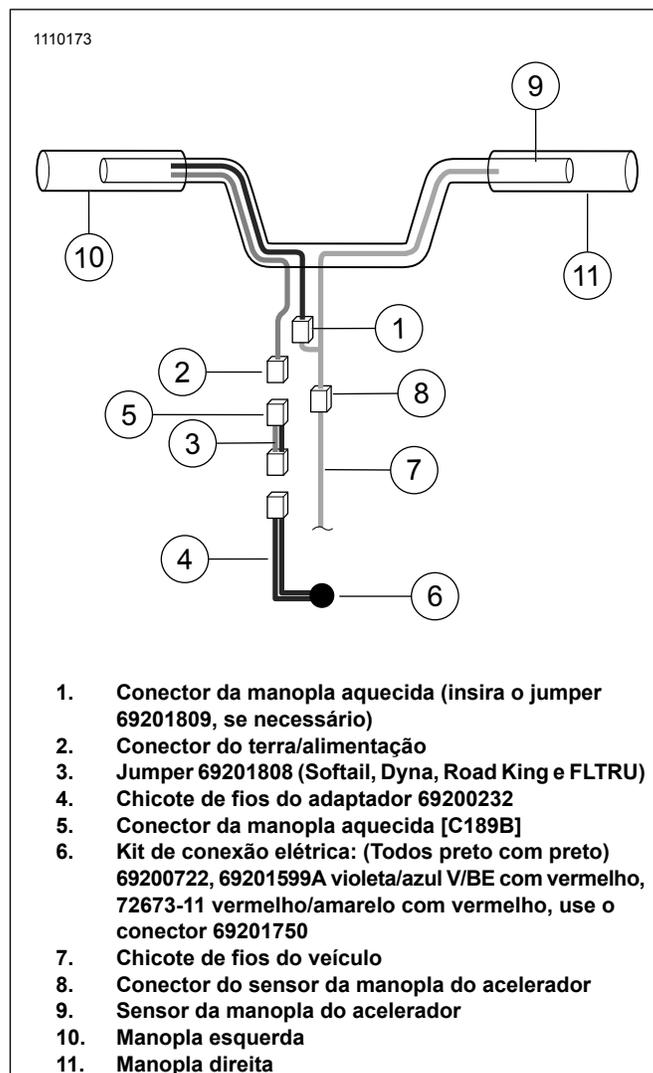

Figura 9. Conexões elétricas
- Veja Figura 9. Remova a carenagem externa.
- Conecte a interconexão da manopla aquecida (1) do Figura 9 à manopla esquerda.
- Conecte os fios de ligação terra/alimentação da manopla aquecida (2) da esquerda do Figura 9.
3. Conecte a interconexão da manopla aquecida (1) do Figura 9 à manopla esquerda.
- b. Veja Figura 9. Una o conector de 2 pinos da manopla aquecida (2) com o conector de 2 pinos do 69201750 atrás do farol dianteiro. Adicione o jumper (3), se for necessário fios mais longos.
8. Corte o jumper (4) num comprimento suficiente para emendar o kit (6).
9. Desencape os fios de volta e emende no chicote de fios da conexão elétrica (7).
11. Termine a instalação do kit de conexão elétrica (6) conforme as instruções do kit.